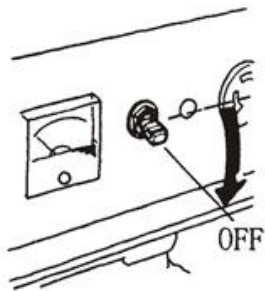

Рис. 34
7.1 Встановіть перемикач змінного струму в положення "OFF" (Рис. 34).